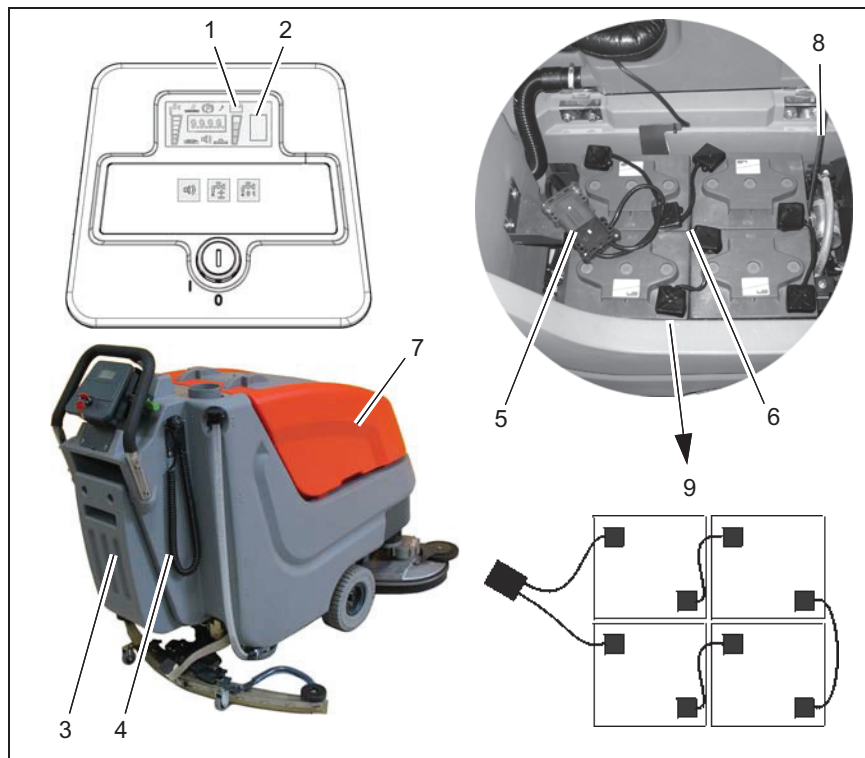

Fig.7
Les batteries se chargent par le chargeur de batteries intégré (Fig. 7/3). Le raccordement du chargeur à la fiche à contact de protection Schuko se fait par l'intermédiaire du câble secteur (Fig. 7/4). Nous recommandons le chargement des batteries quand, après la marche de la machine, au moins une barre de l'affichage de signalisation de décharge totale est effacée. À cet effet, veuillez tenir compte du mode d'emploi du chargeur 88-60-2723 ainsi que de celui du fabricant de batteries.
3. Ouvrir le réservoir d'eau sale vide (Fig. 7/7) et empêcher qu'il retombe en posant la béquille (Fig. 7/8).
4. Retirer la fiche mâle des batteries (Fig. 7/5).
2. Ouvrir le réservoir d'eau sale vide (Fig. 7/7) et empêcher qu'il retombe en posant la béquille (Fig. 7/8).
4. Relier les pôles des batteries conformément au plan de raccordement (Fig. 7/9) avec les câbles de raccord qui se trouvent dans le sachet supplémentaire. Veiller à ce qu'elles soient logées stablement et graisser les pôles.